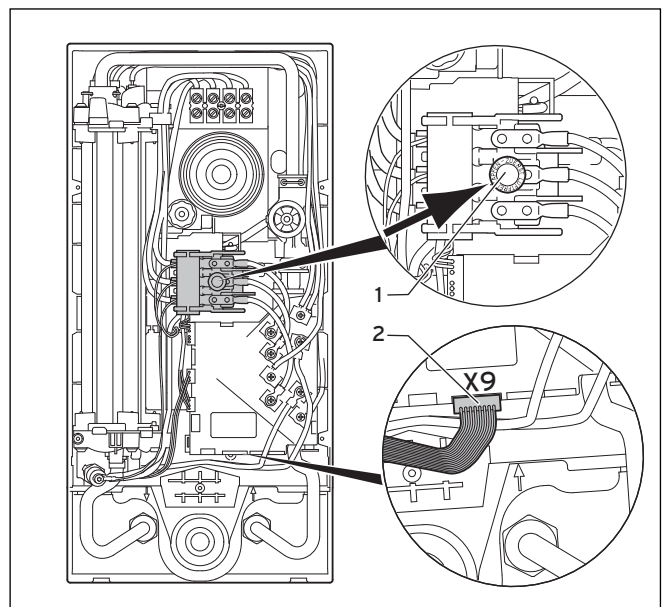

Abb. 5.1 Sicherheitsschalter
- Drücken Sie den Sicherheitsschalter (1) ein, wie in Abbildung 5.1 gezeigt.
- Stecken Sie das Kabel für den Leistungswähler am Steckplatz X9 auf der Elektronik ein, wie in Abbildung 5.1, Position (2) dargestellt.
- Setzen Sie die Geräteverkleidung (3) auf.
- Ziehen Sie die beiden Schrauben (2) an.
- Greifen Sie die Blende (1) an den beiden Laschen.
- Stecken Sie die Blende (1) auf.